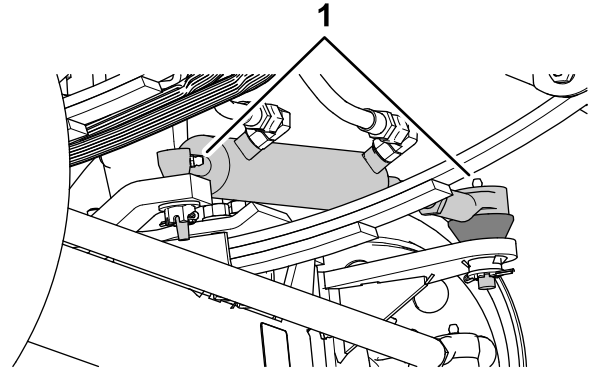
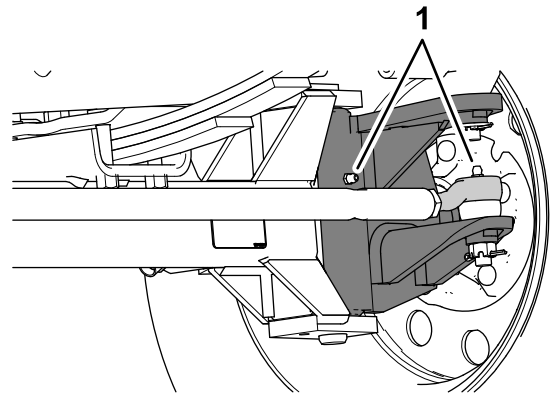

Bild 62
Bild 63
1. Wischen Sie die Schmiernippel mit einem sauberen Lappen ab (Bild 62 und Bild 63).
2. Pressen Sie Fett in die Schmiernippel (Bild 62 und Bild 63).
Hinweis: Die Positionen der Schmiernippel sind in Bild 62 abgebildet.